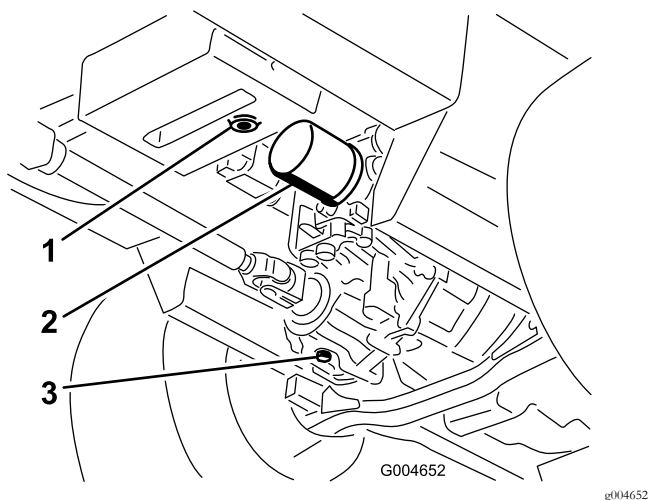

Figura 62
3. Mettete una bacinella grande sotto il serbatoio idraulico e la scatola della trasmissione, togliete i tappi e lasciate defluire tutto il fluido idraulico (Figura 62).
4. Pulite attorno al filtro del fluido idraulico e rimuovete il filtro (Figura 62).